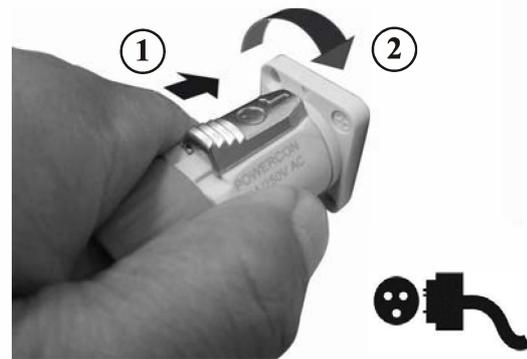

Fig.10.2
17. Verbinden Sie das Ende des Ladegeräts mit dem speziell dafür vorgesehenen Anschlusspunkt (Abb. 10.2). Schließen Sie das andere Ende des Ladegeräts an eine normale Wandsteckdose an, um die Batterien wieder mit Strom zu versorgen. Das Ladegerät schaltet sich automatisch aus und das Licht zeigt die Farbe GRÜN an, wenn das Gerät vollständig aufgeladen ist.